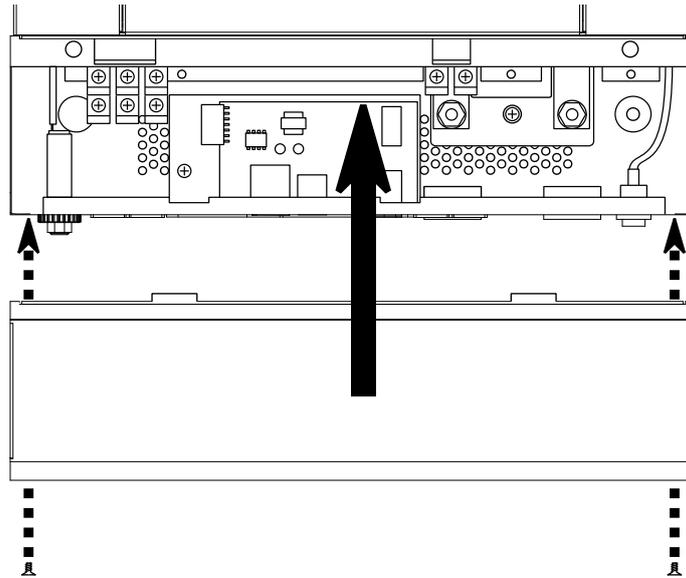

Figure 8 : Fermeture du couvercle inférieur
13. Remonter le couvercle inférieur comme sur la Fig. 8, au verso de l'étape 1. Vous avez maintenant terminé l'installation de la carte parallèle dans le Solarix PLI 5000-48.